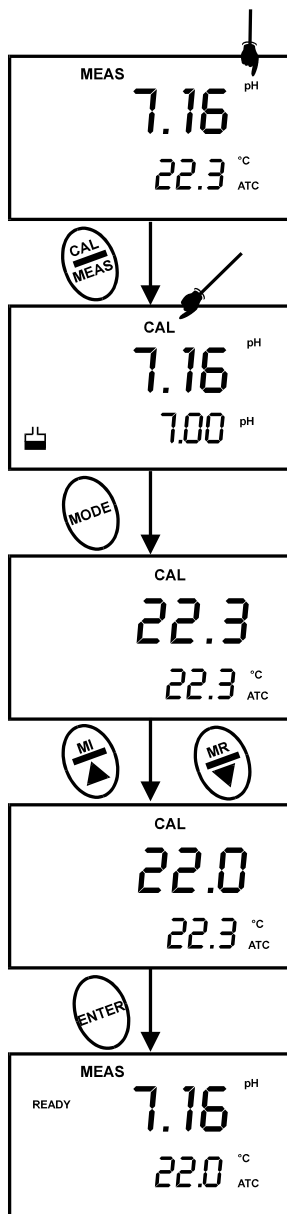

図 12 -温度校正
7. 正確な温度を選択したら、ENTER キーを押してください。計測器は、自動的に pH 測定モードに戻ります。図 12 を参照ください。